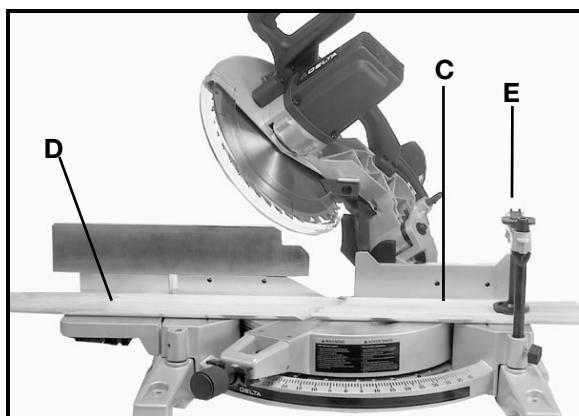
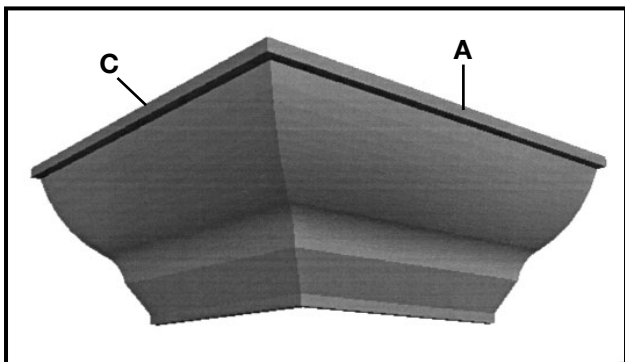

Fig. 43
Fig. 44
5. Placez la corniche sur la table, son **CÔTÉ MUR** contre le guide, et effectuez la coupe. Encore une fois, le morceau de corniche utilisé pour le coin extérieur se trouve toujours à droite de la lame, comme l'illustre (C) fig. 43. Le morceau de corniche utilisé pour le coin intérieur se trouve toujours à gauche de la lame, comme l'illustre (D) fig. 43. Encore une fois, le serre-joint (E), fourni en accessoire, est utilisé pour tenir la pièce en place.
6. La figure 44 illustre les deux morceaux de coin extérieur mis ensemble; (1) étant la pièce coupée à (D) fig. 43, et (2) étant la pièce coupée à (C) fig. 43.